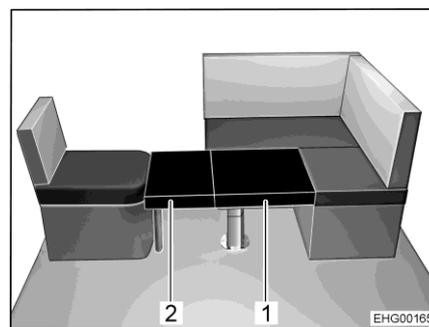

Fig. 126 Después de la transformación
- Enganchar el soporte de fijación (Fig. 127,2) de la tabla adicional en el asiento individual y colocar el cojín adicional (Fig. 126,2) en el tablero de la mesa.
- Colocar el segundo cojín adicional (Fig. 126,1) sobre la tablero de la mesa.